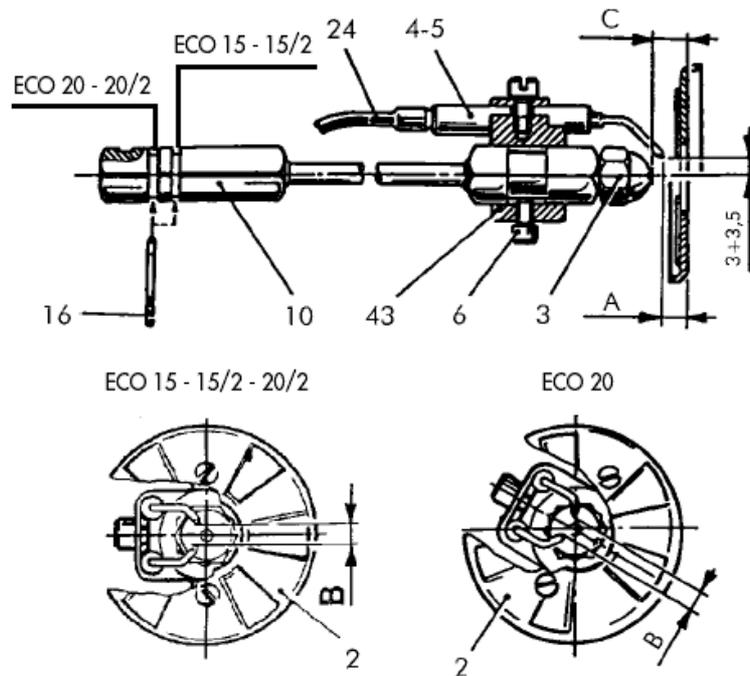

Рис. 14
- Форсунка (3) неисправна или загрязнена.
- Электроды поджига (4-5) покрыты коркой или повреждены (см. положения на рис. 14).
- Не освещен фоторезистор (19).
- Неисправно уплотнение электромагнитного клапана (29).
Очистите электроды, не меняя их положения относительно диска дефлектора. Если Вы случайно сместили их, то руководствуйтесь размерами, указанными на рис. 14.